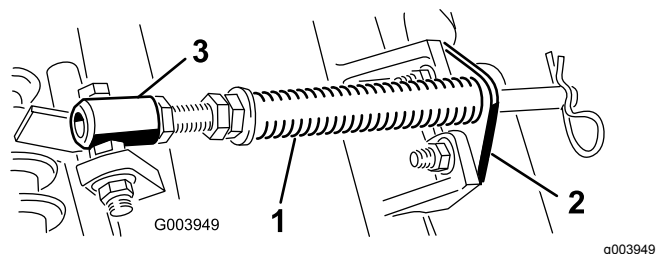

図 5
- A. カッティングユニットのタブにロッドブラケットを固定しているキャリッジボルト2本を外す 図 5。
- B. スプリングチューブのボルトをキャリアフレームのタブに固定しているフランジナット 図 5 を外し、アセンブリを取り外す。